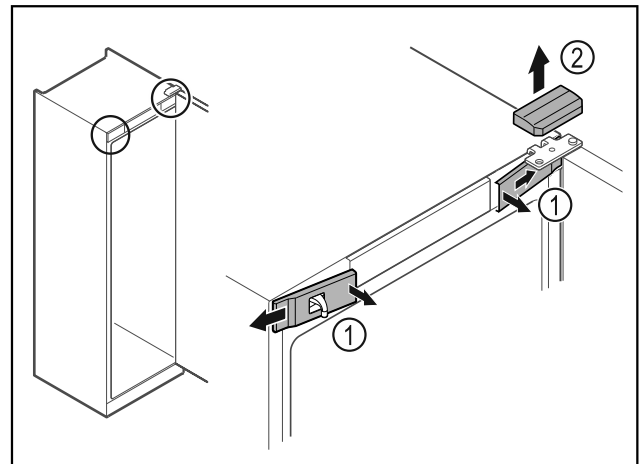

Fig. 11
- Paina etummaisat suojukset Fig. 11 (1) sisäpuolelta irti ja ota ne sivukautta pois.
- Ota ylempi suojus Fig. 11 (2) yläkautta pois.